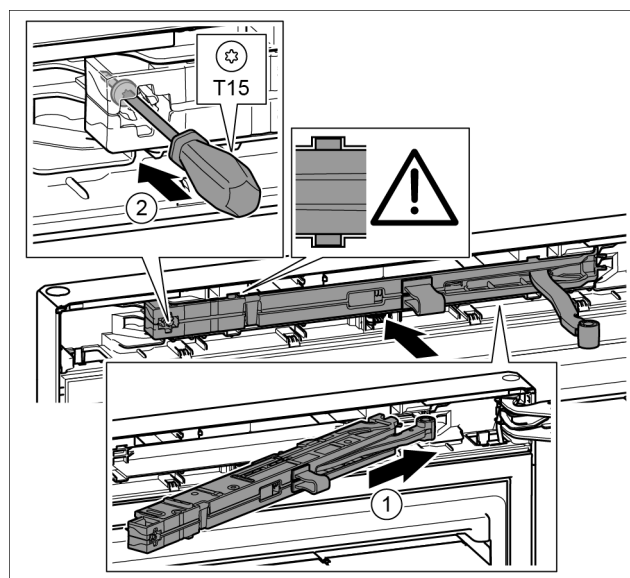

Fig. 21
- ▶ Schließdämpfereinheit auf der Lagerbockseite bis zum Anschlag schräg in die Aussparung einschieben. Fig. 21 (1)
- ▶ Schraube mit einem Schraubendreher T15 festschrauben. Fig. 21 (2)